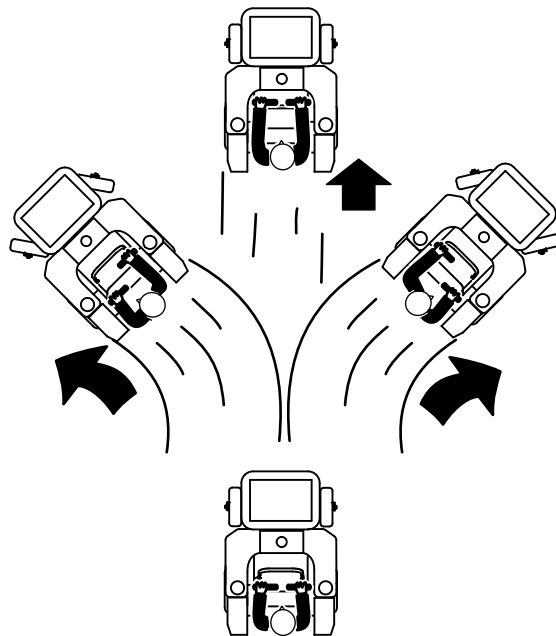

Figura 16
2. Empuje lentamente las palancas de control de movimiento hacia adelante (Figura 16).